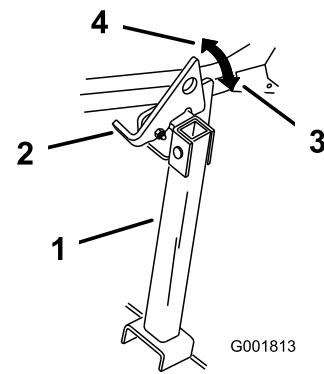

Bild 41
2. Heben Sie den Riegel in die entsicherte Stellung an (Bild 41).